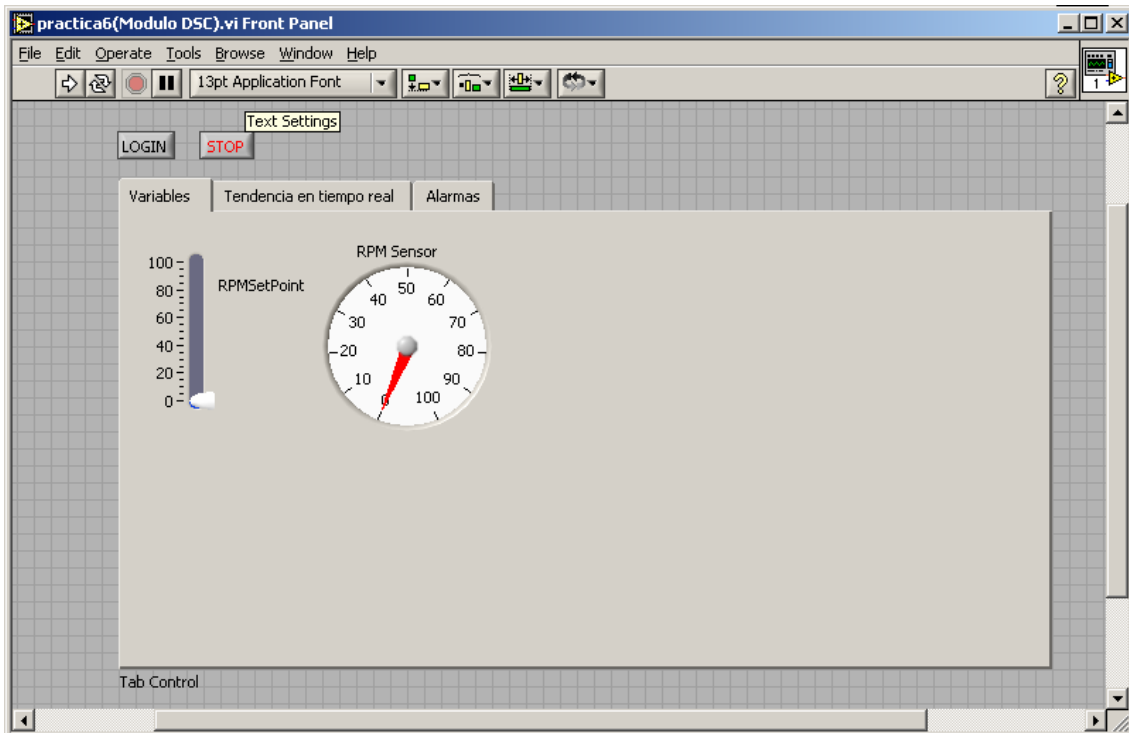
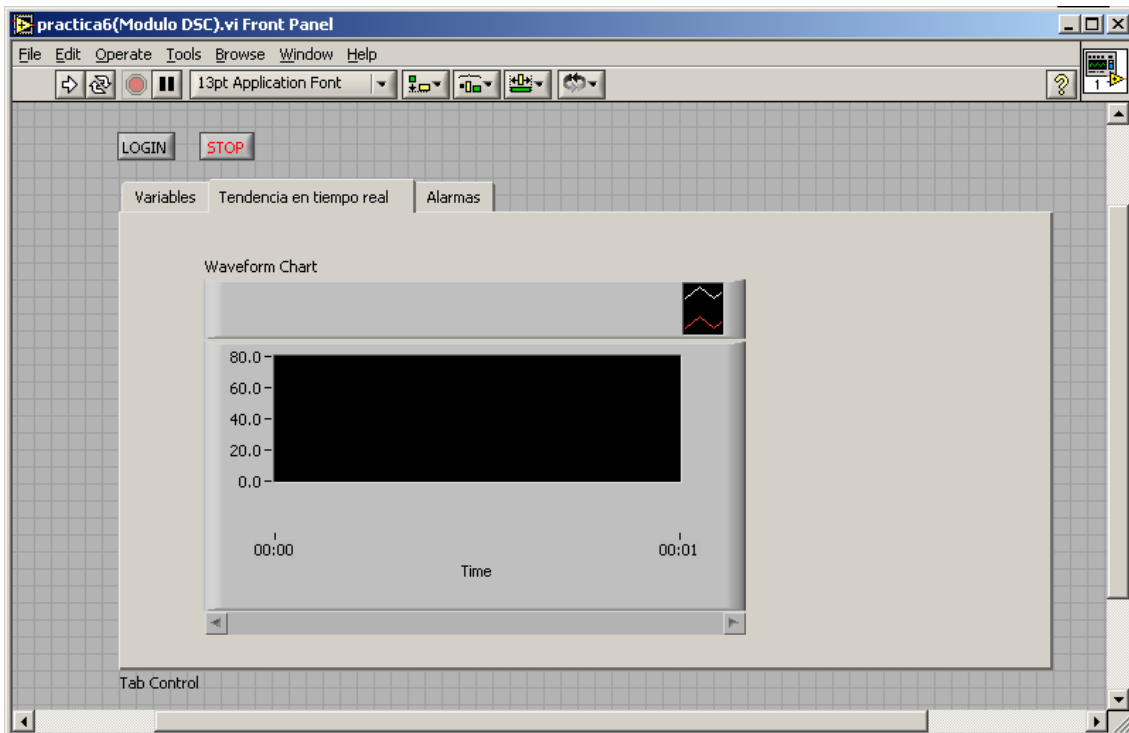
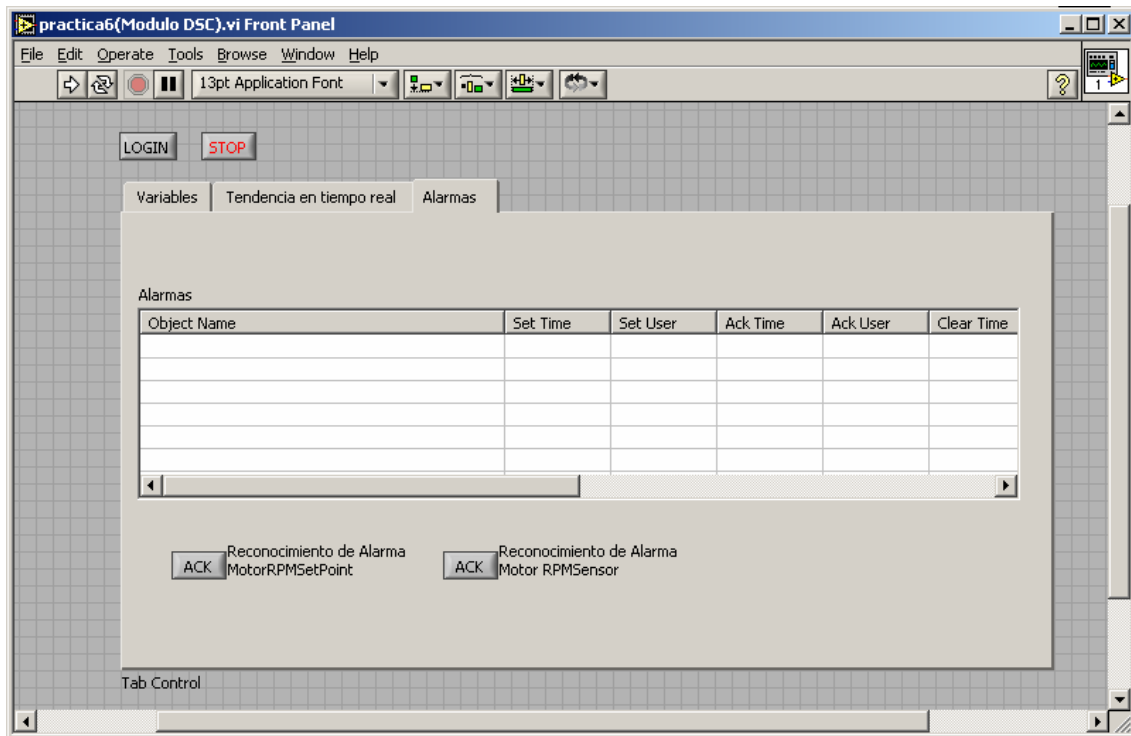

Figura 1-3: Panel frontal del VI practica6(Modulo DSC).
Figura 1-4.
Figura 1-5.
- El VI que se debe desarrollar tendrá un panel frontal como el mostrado en la Figura 1-3. La Figura 1-4 y la Figura 1-5 muestran los objetos existentes en cada una de las pestañas del objeto TAB Control.